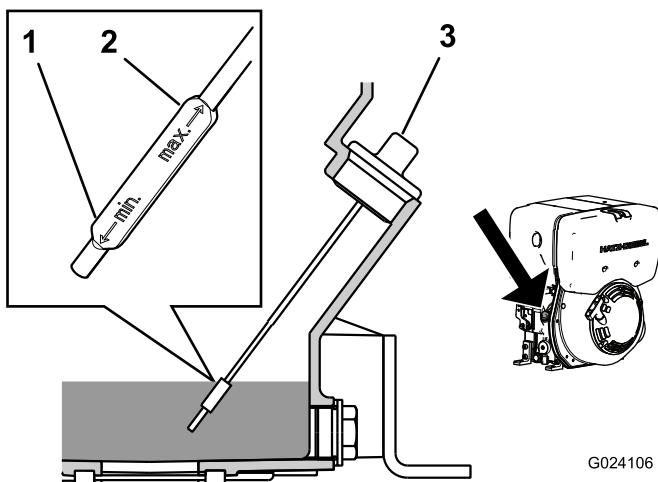

Рисунок 18
- Очистите поверхность вокруг измерительного щупа (Рисунок 18), чтобы загрязнения не могли попасть в заливное отверстие и привести к повреждению двигателя.
- Выверните щуп и начисто протрите его конец (Рисунок 18).
- Полностью заверните щуп в заливную горловину (Рисунок 18).